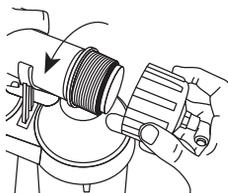

Рис. 18
- 5.8.3. Открутите крышку корпуса мембраны (Рис. 18).